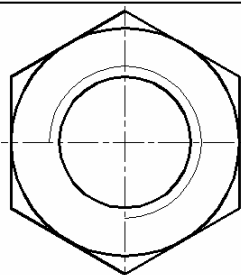

图 3-7
⑨ 单击状态栏中的  按钮，使其处于凹下状态，即可显示图形的线宽，图形效果如图 3-7 所示。